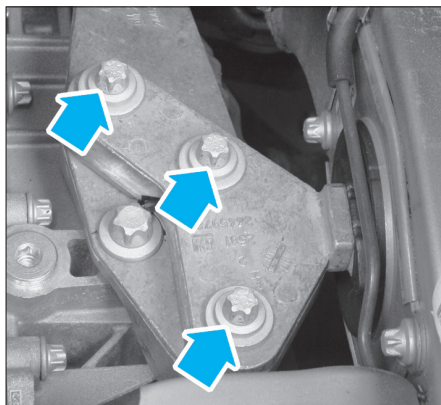

FIG. 7
- Déposer les 3 vis du support de boîte de vitesses gauche (fig. 7).